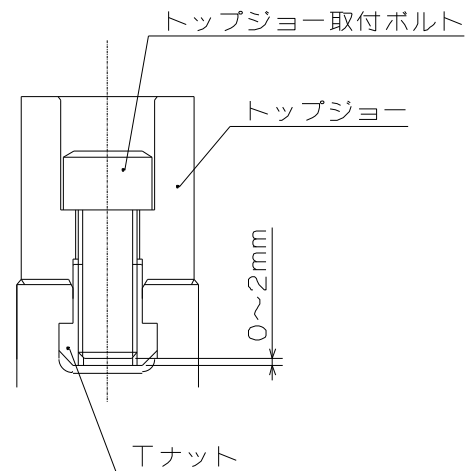

図 12
- ジョー取付ボルトの T ナットに対するねじ込み深さが浅いと、T ナットが破損し、ジョーや工作物が飛散して危険。取付ボルトが長すぎて T ナット底面から突き出ている場合も、トップジョーが固定されないため、ジョーや工作物が飛散して危険。従って、ジョー取付ボルトの全長は T ナットの底面より 0～1mm 程度(NV21～NV40 は 0～2mm 程度)とすること。(図 12 参照)